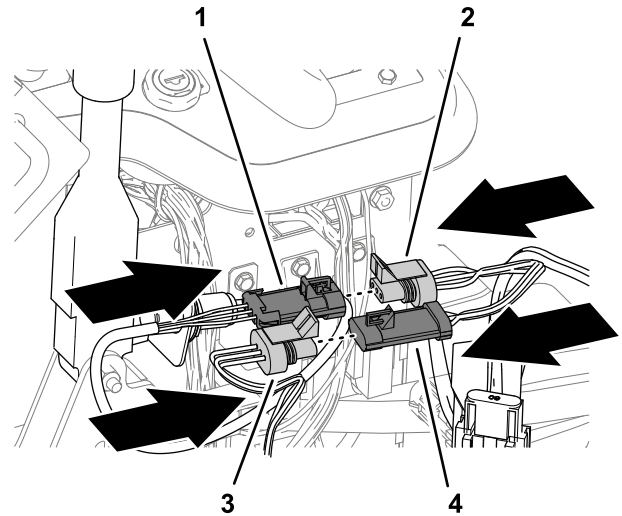

Figura 15
2. Conecte el conector hembra de 3 vías del interruptor del freno de estacionamiento en el conector de 3 pines del arnés de alimentación (Figura 15).
3. Conecte el conector de 3 pines del arnés de cables de la máquina al conector hembra de 3 vías del arnés de alimentación (Figura 15).